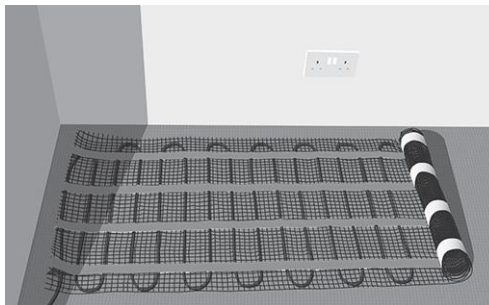
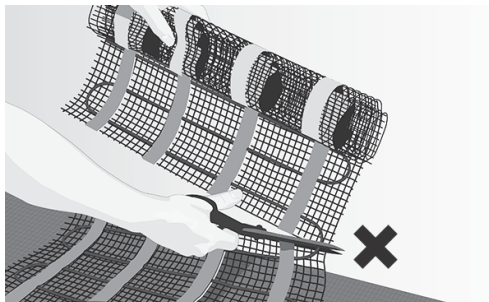
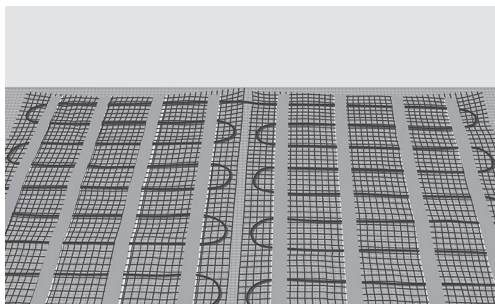

Fig. 4. Rul måtten ud
Fig. 5. Klip og drej uden at beskadige kablet
Fig. 6. Gulv dækket med måtte
8. Rul måtten ud på gulvet med den dobbeltklæbende tape nedad, indtil du når væggen eller en forhindring (fig. 4). Klip nettet og drej måtten for at fortsætte udrulningen. Skær/klip aldrig i kablet (fig. 5). Gentag dette, indtil måtten er udlagt på gulvet (fig. 6).